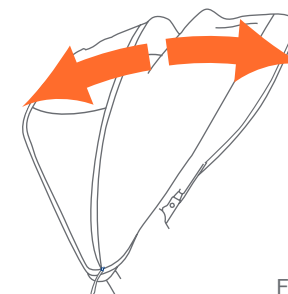

Fig. 11b
- **Pour ouvrir l'auvent :** poussez vers l'avant sur le bord avant de l'auvent, tout en maintenant le bord arrière en position stable (Fig. 11b).
- **Pour plier l'auvent :** tirez vers l'arrière sur le bord avant (Fig. 11b).